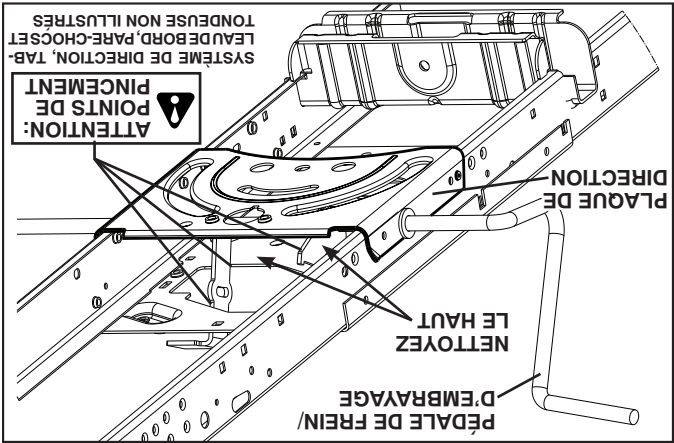

Fig. 20
**ATTENTION : Évitez les points de pincement et les pièces mobiles. (Voir la Fig. 20)**